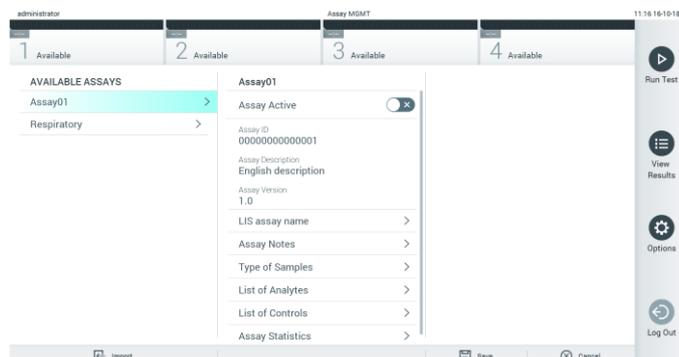

Figura 55. Ecrã Assay Management (Gestão de ensaios).
2. Para importar o(s) novo(s) ensaio(s) para o QIAstat-Dx Analyzer 1.0, prima o botão Options (Opções) e, em seguida, o botão Assay Management (Gestão de ensaios). O ecrã Assay Management (Gestão de ensaios) é apresentado na área de conteúdo do visor (Figura 55).